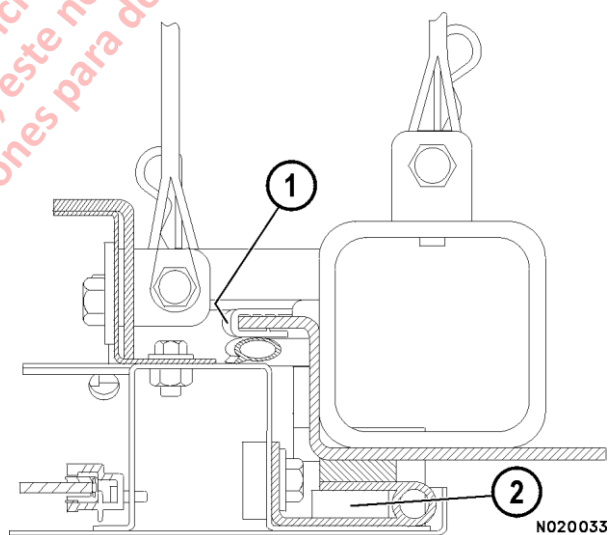

FIGURA 2-18.
4. Sello de la bisagra (2, figura 2-18) de la puerta está pegado a la bisagra. Utilice el mismo procedimiento que el anterior para este sello.
2. Comenzando por el centro inferior del vidrio, saque el borde del burlete del vidrio (2, Figura 2-18 ó 2-19). Use un lubricante no aceitoso para goma y un destornillador para soltar el reborde de fijación.
3. Saque el vidrio (1) del burlete (3) empujando hacia fuera desde el interior de la cabina.